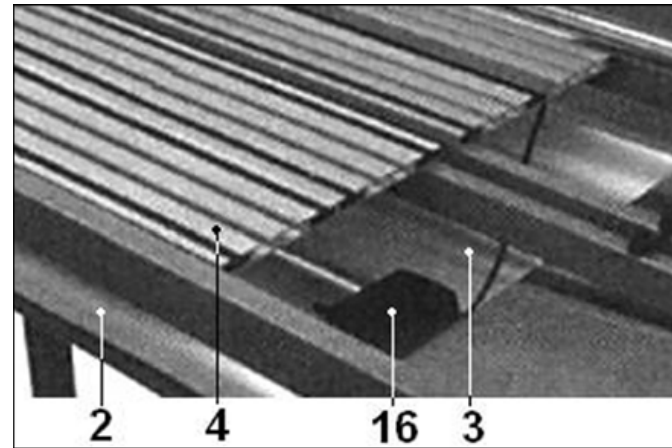

Рис. 7
9.4. Установка водяного насоса (Рис. 7)